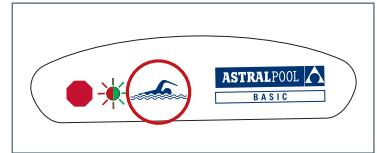

fig.3 - zone d'activation Basic™
- appliquer et maintenir en place l'aimant sur le symbole du baigneur (fig. 3) de la centrale de détection jusqu'à l'émission par Remota™ d'un bip long et l'affichage sur son écran d'un code sous la forme "ID : XXXX - XXXX" (les X étant des chiffres et des lettres).